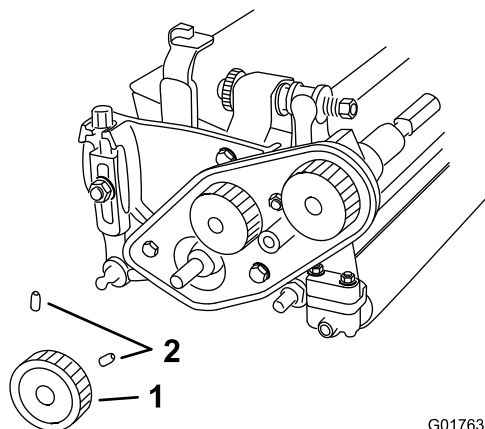

图7
3. 旋松固定下皮带轮的 2 个固定螺丝将皮带轮从滚刀轴上拆下 图7。
- B. 使用之前拆下的 2 个固定螺丝将皮带轮安装到滚刀轴 图7上紧固定螺丝扭矩至 8.48.9N·m。